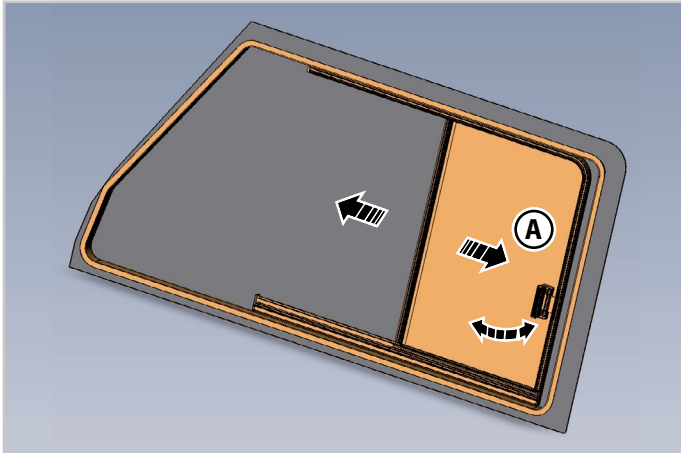

Abb.3.2 - Schiebefenster auf der Beifahrerseite
1. Drücken Sie auf den Haken des hinteren Griffs (**A** - Abb.3.2) und lösen Sie diesen aus der Arretierung, um das Fenster zu entriegeln.
2. Ziehen Sie am Griff (**A** - Abb.3.2) und bewegen Sie das Fenster nach vorne in die gewünschte Position.
1. Ziehen Sie am Griff (**A** - Abb.3.2) und bewegen Sie das Fenster wieder in die geschlossene Position, bis der Griff vollständig in der Arretierung eingehakt ist.